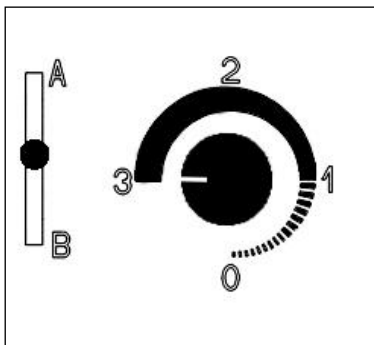

Fig. 1: Accensione e Ricaricamento del Combustibile
- Scorrere la leva di selezione al centro per aprire l'Ignition Booster (presa d'aria d'accensione) (vedi fig 1, pagina 30).
- Ricaricare solo quando rimane unicamente la brace. Scorrere la leva di selezione al centro e regolare la manopola al massimo (vedi fig 1, pagina 30). Lasciare questa regolazione per qualche minuto prima di aprire lo sportello.